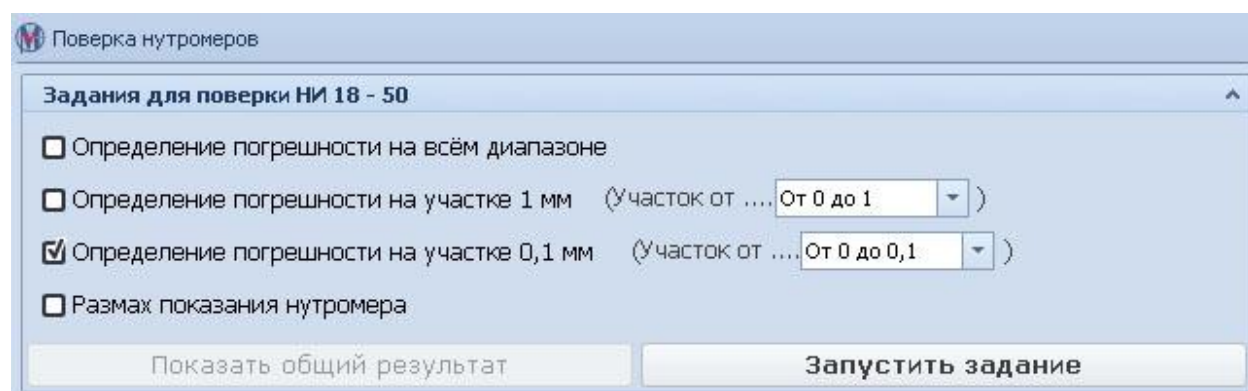

Рис. 5
2.3.2.3. Глядя на полученные результаты, выберите наихудший участок на участке 0,1 мм либо 1 мм в зависимости от типа поверяемого нутромера. Поставьте галочку напротив задания «Определение погрешности на участке». Выберите из всплывающего списка ранее выбранный диапазон. (Рис. 5). В пункте меню «Данные от датчика ППИ» нажмите кнопку «Обнулить».